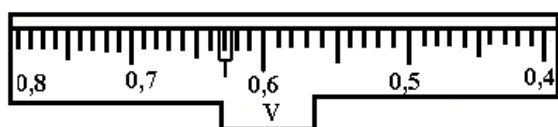

Рис. 14. Тангенциальная шкала Редта 002
Дальномер с тангенциальной шкалой (рис. 14) предназначен для определения горизонтальных проложений по вертикальной рейке с относительной погрешностью от 1:500 до 1:1000.
3. Наводящим винтом трубы точно устанавливают ближайший штрих тангенциальной шкалы в её биссектор (рис.14) и берут отсчеты по рейке a_1 и тангенциальной шкале $\text{tg } \delta_1$.